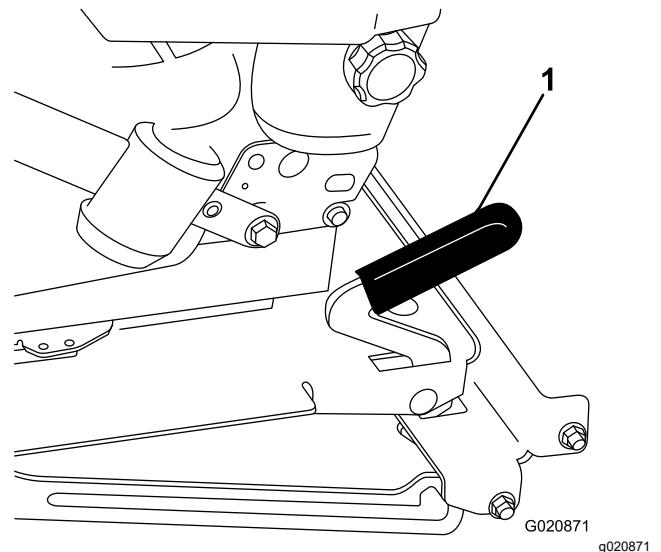

Figure 15
2. Tirez le levier de blocage en avant et soulevez-le pour débloquer le siège (Figure 15).